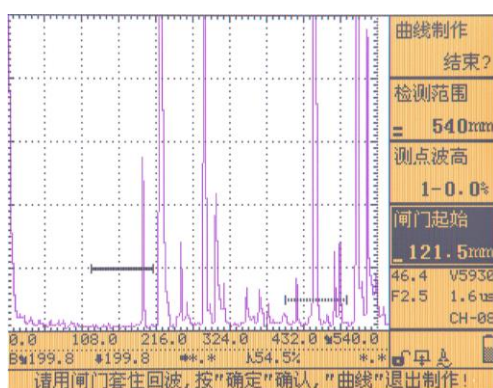

图 4.16
3、按【F1】选择“AVG”主菜单，按【向上】或【向下】键，选择“曲线制作”子菜单，单击【确认】键或单击旋转轮，开始 AVG 制作，“曲线制作”子菜单中的“开始”变为“结束？”，仪器自动选择“闸门起始”子菜单，且“测点波高”由“1-***”变为“1-0.0%”。如图 4.16 所示。